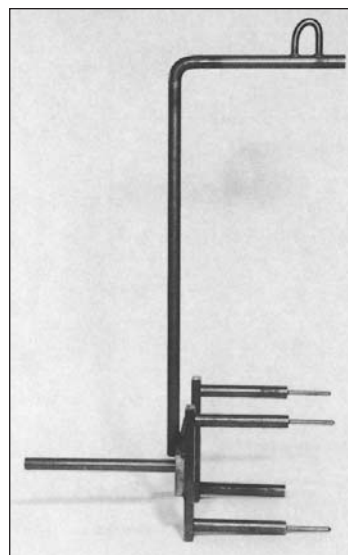

Figura 10-1
**Montaje para levantar el excitador estator** (figura 10-1) – En los casos donde se tenga que dar servicio al excitador estator sin remover la caja de conductores del generador, este montaje puede ser utilizado con un mecanismo de maniobra aéreo para remover y reinstalar el excitador estator.